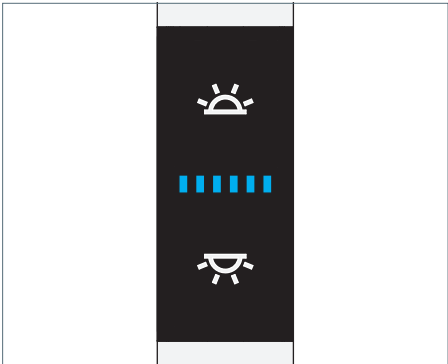

Fig. 20: Élément de commande bouton-poussoir multifonction.
- Appuyez sur la touche supérieure, voir Fig. 20.
- Appuyez sur la touche inférieure, voir Fig. 20.
- Appuyez sur la touche supérieure et tenez-la appuyée, voir Fig. 20.
- Appuyez sur la touche inférieure et tenez-la appuyée, voir Fig. 20.